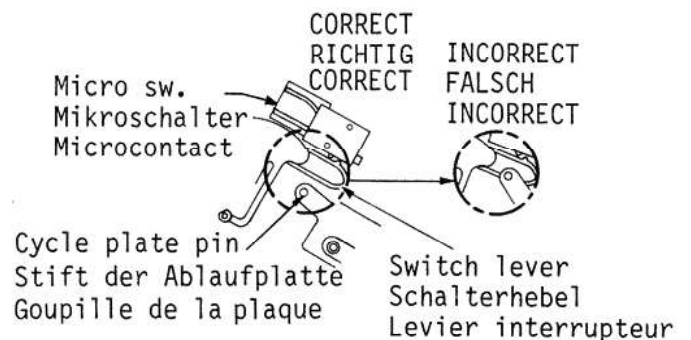

Fig. 2 Abb. 2
- (7) Be sure to check cueing and auto-cut operations after the bottom plate is installed.
**[Caution]** Be careful when assembling the cycle plate (e), the cycle plate pin must not fall into the switch lever. (Fig. 2)
- (7) Die Funktion des Tonarmlifts und der Unterbrechungs-automatik prüfen, nachdem die Grundplatte eingebaut wurde.
**[Vorsicht]** Beim Einbau der Ablaufplatte (e) ist darauf zu achten, daß der Stift der Ablaufplatte nicht in den Schalterhebel fällt. (Abb. 2)
- (7) Ne pas oublier de vérifier les modes de retour et d'arrêt automatique après avoir remonté la plaque inférieure.
**[Attention]** Faire attention au moment du remontage de la plaque de cycle (e) parce que la goupille de la plaque ne doit en aucun cas tomber dans le levier interrupteur. (Fig. 2)